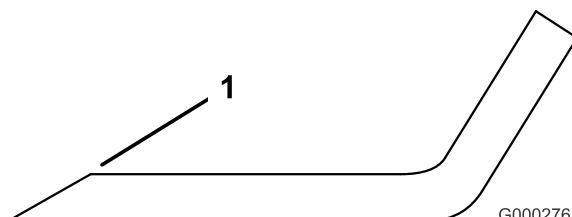

Figura 32
3. Esamineate i taglienti di tutte le lame, e affilateli se fossero ottusi o scheggiati. Affilate soltanto la parte superiore del tagliente e mantenete l'angolo di taglio originale per garantire l'affilatezza (Figura 32). La lama rimane bilanciata soltanto se viene rimossa una quantità uguale di metallo da entrambi i taglienti.